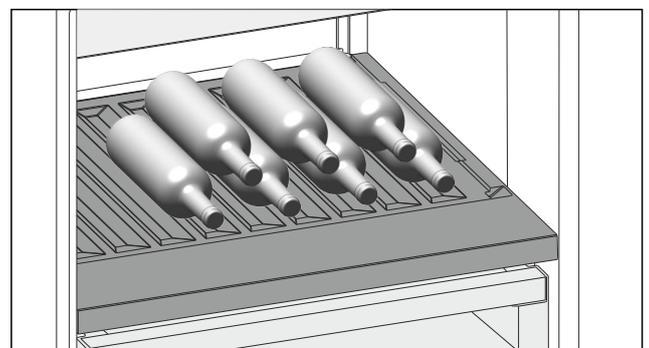

Fig. 126
- ▶ Flaschen mit dem Boden nach hinten zur Rückwand einlegen. (siehe Fig. 126)